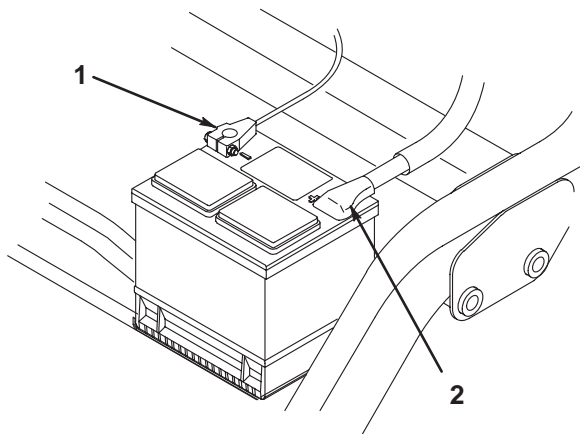

図 4
4. バッテリーの(+)端子に赤い(+)ケーブルを、(-)端子には黒いケーブルを接続し、それぞれキャップスクリューとナットで固定する(図4)。ショート防止のために(+)端子にはゴムキャップを被せておく。